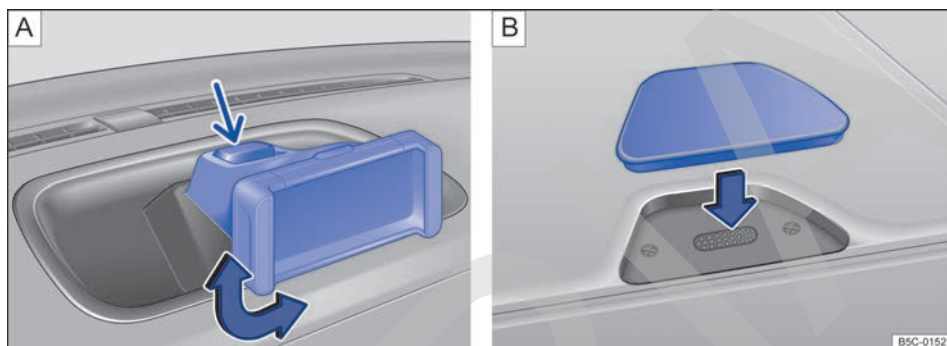

Fig. 151 En la consola central: desmontaje del soporte portátil para iPhone y cierre del hueco del alojamiento.
El alojamiento del iPhone se puede girar +/- 90° → fig. 151 A, → , → .
- Sujete firmemente el soporte portátil con una mano y, al mismo tiempo, presione la tecla de desbloqueo → fig. 151 A (flecha pequeña).
- Cierre el hueco colocando la tapa en el sentido de la flecha → fig. 151 B, → .
- Retire la tapa del hueco donde se aloja el soporte en el sentido contrario al de la flecha → fig. 151 B.